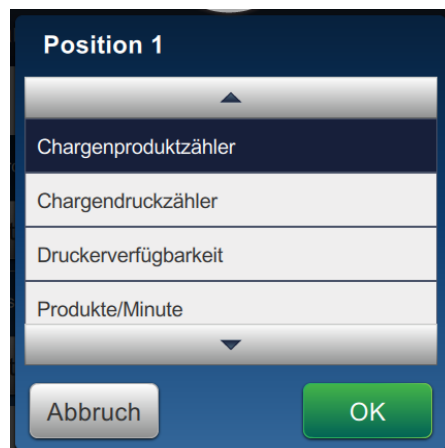

Abbildung 6-20: Positionsoptionen ändern
2. Berühren Sie die gewünschte Position, um die Optionen im Startbildschirm zu ändern, wie dargestellt in Abbildung 6-20.